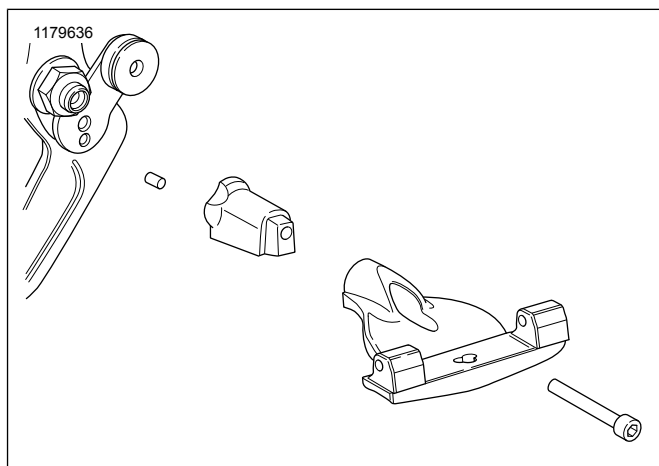

Figure 6. Méthode de montage de sacoche amovible : Côté gauche
**Modèles FXBR/S, FXBB, FLFB/S, FLSB et FLSL avec sacoches détachables :** voir Figure 6. La goupille et la vis plus longue fournies doivent être insérées dans l'adaptateur de gauche et reliées au point d'ancrage de la sacoche.